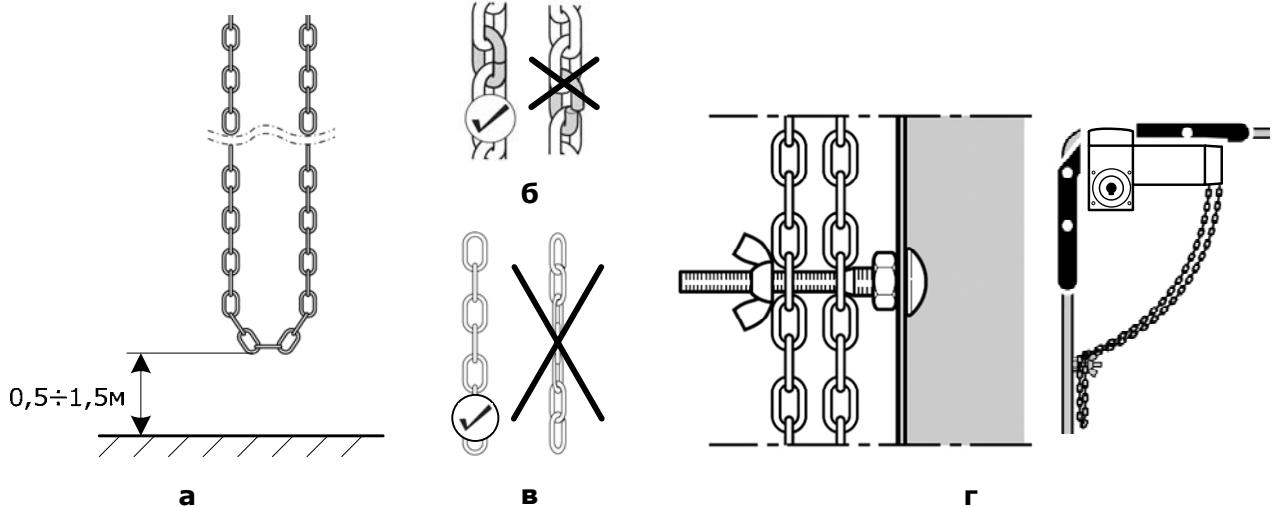

Рис. 3. Условия правильного функционирования цепи аварийного ручного управления
- Край цепи аварийного ручного управления в собранном состоянии должен находиться на высоте $0,5 \div 1,5$ метра (Рис. 3а). При необходимости удлините или укоротите цепь.
- Концы аварийной ручной цепи должны быть соединены друг с другом. Кромки соединительного звена цепи должны располагаться точно друг над другом (Рис. 3б).
- Аварийная ручная цепь ни в коем случае не должна быть перекручена (Рис. 3в), так как в противном случае могут возникнуть неисправности в работе узла аварийного ручного управления.
- Во избежание при движении ворот защемления цепи ручного управления, а также, чтобы не создавать помех движению людей и оборудования, нижняя часть цепи должна быть зафиксирована (Рис. 3г). Цепь должна свисать свободно, не должна быть натянута.